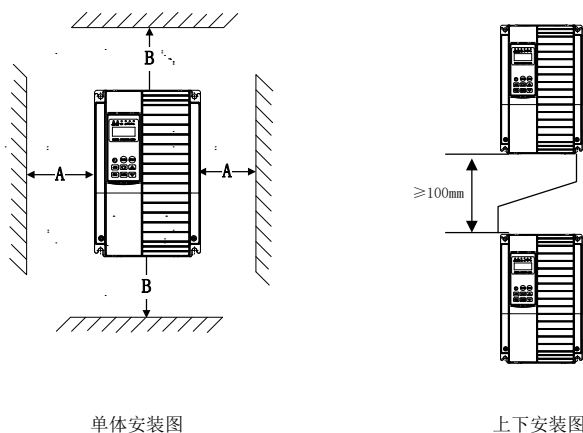

图 3-1 EV380 安装示意图
- 1) 请垂直安装变频器，便于热量向上散发。但不能倒置。若柜内有较多变频器时，最好是并排安装。在需要上下安装的场合，请参考图 3-1 的示意，安装隔热导流板。
- 2) 安装空间遵照图 3-1 所示，保证变频器的散热空间。但布置时请考虑柜内其它器件的散热情况。